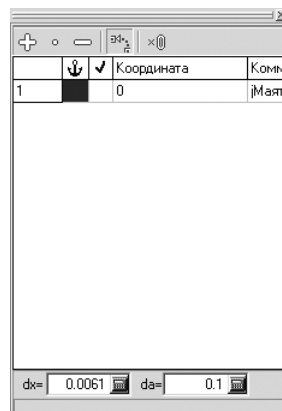

Рис. 1.80. Пример состояния окна **Инспектор** при активном элементе списка **Координаты**
- **Координаты** – отображает в окне **Инспектор** список переменных объекта и их начальных значений, см. рис. 1.80;